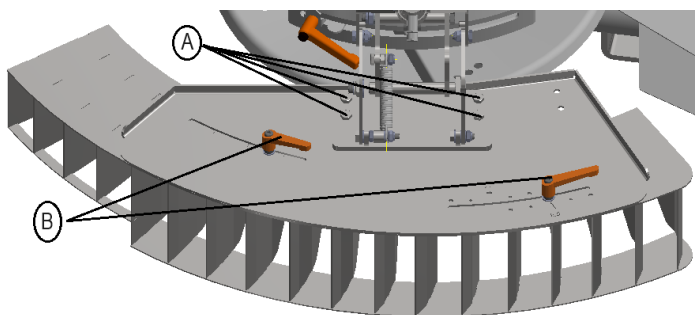

Figura 6.13 – Limitador de Bordas Lateral (posição de trabalho)
- Desde o trator, acione o Limitador de bordas lateral (*Figura 6.13*);
- Monte o bloco de alhetas na posição indicada, (*Figura 6.13*), ou seja, os 4 parafusos - **A** - na furação mais à esquerda no bloco;